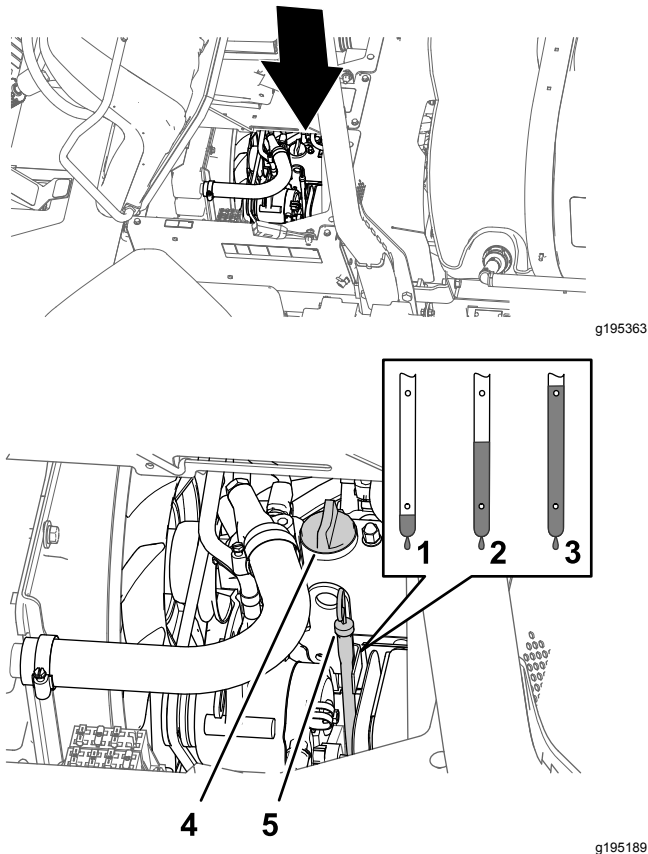

図 74
2. 助手席の下にあるディップスティックを抜きウェスで一度きれいに拭く (図 74)。
3. オイルの量が不足している場合は、バルブカバーについている補給口のキャップ (図 74) を取り、ディップスティックの FULL マークまで、補給管からオイルを補給する。
4. キャップを取り付ける (図 74)。
5. ディップスティックをしっかりと差し込んで終了 (図 74)